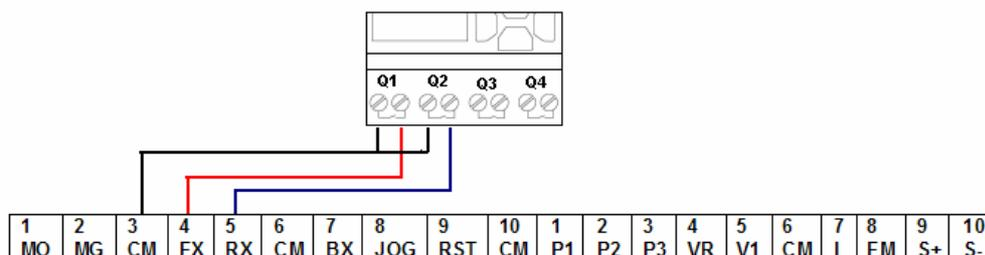

Figura. 6.22. Conexión de salidas del PLC a entradas del VFD
- Para la primera parte de la práctica conectar las siguientes salidas del PLC a los terminales de entrada del VFD como se indica en la Figura 6.22: